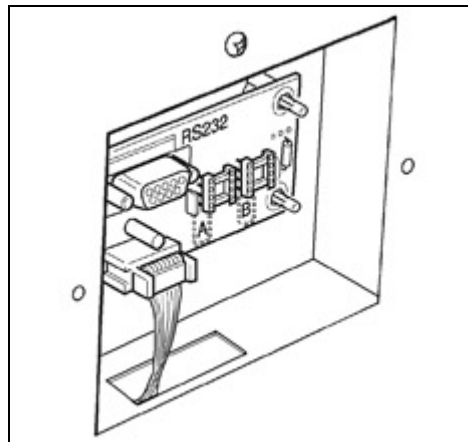

Fig. 3
2.4 LIGADOR TIPO DB9 (RS 232) (Fig. .3)